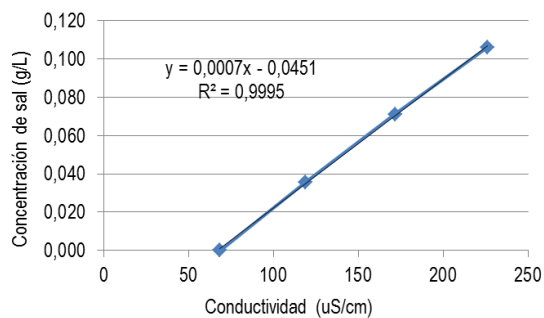

Figura 6. Gráfica de los datos de la calibración de la quebrada y su ecuación
6.2 Se grafican estos datos en Excel y se usa la opción de graficar la línea de tendencia lineal y mostrar su ecuación. Ver figura 6.